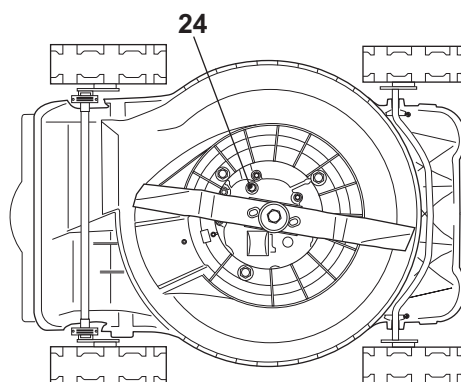

Fig. 26
- > Desserrez la vis de vidange de l'huile [24] avec une clé de 12 mm et retirez-la (Fig.26).